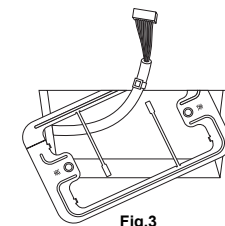

Fig.3
2. Pase el cable a través del soporte de montaje suministrado e inserte el soporte en el orificio de instalación. (Fig. 3)